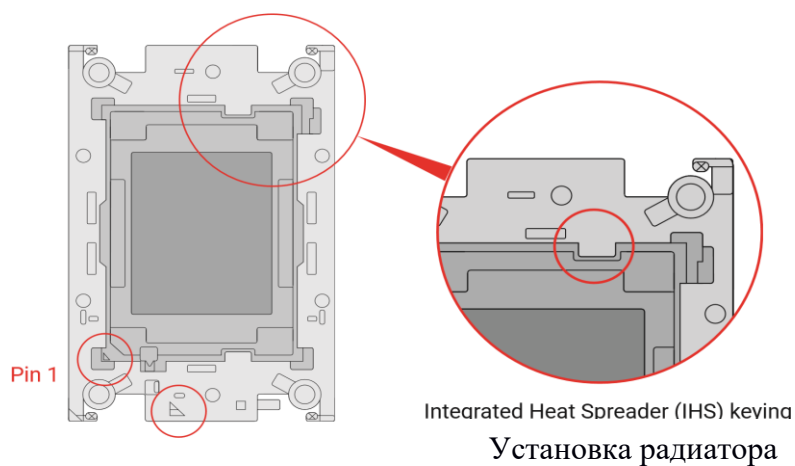

Рисунок 8 – Установка радиатора
3. Вставьте центральный процессор в держатель центрального процессора. Тщательно выровняйте и вставьте с одной стороны процессора, а затем с другой. Необходимо убедиться в совпадении направления и вывода центрального процессора с носителем. Обратитесь к расположению штифта Pin1 (см. Рисунок 8,9).